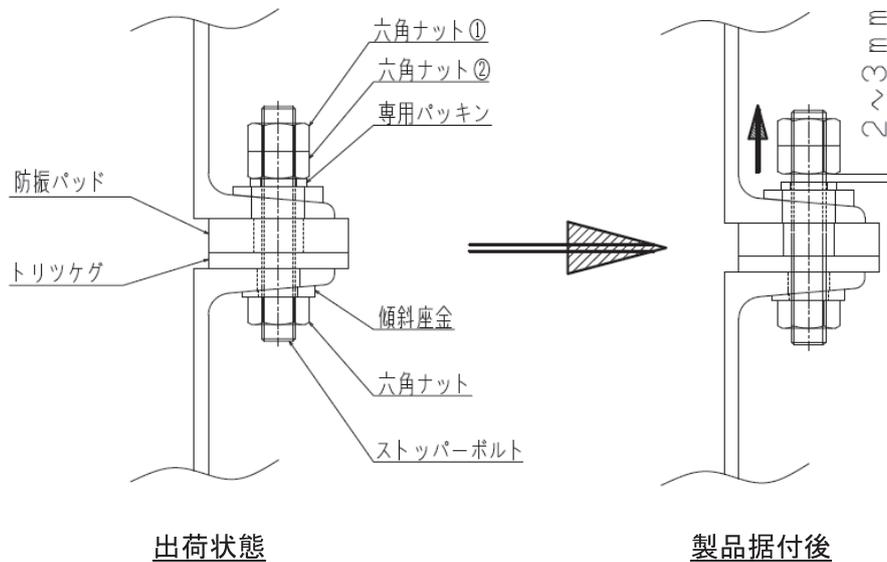

図 9 ストッパーボルト締結状態(防振パッド使用の場合)
出荷時専用パッキンの飛出しを抑える為、図 9_出荷状態のようにストッパーボルト締結用ダブルナット（六角ナット①、②）を締め付けた状態で出荷します。納入現場にて製品据付後は、必ずストッパーボルト締結用ダブルナットを図 9_製品据付後に示すような位置まで緩め、固定してください。
ロックした状態(図 9_出荷状態)では、期待される防振効果が得られません。